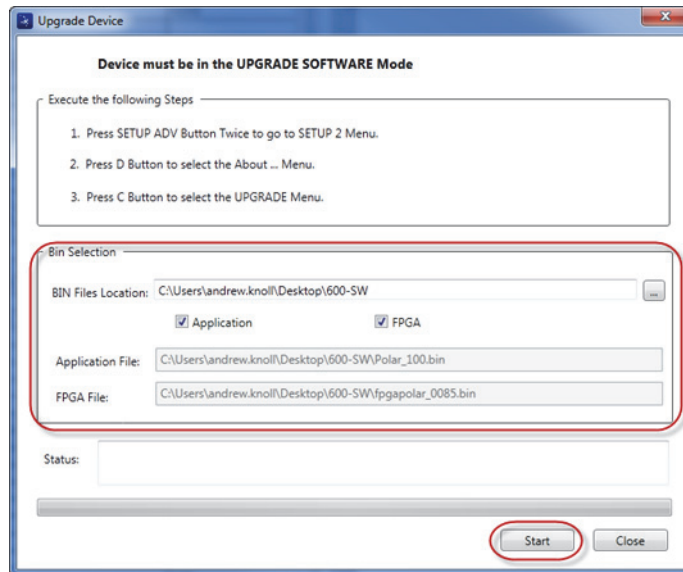

Figura 6-13 Caixa de diálogo Upgrade Device
A caixa de diálogo **Upgrade Device** abre (veja Figura 6-13 na página 315).
7. Em **Bin Selection** na caixa de diálogo **Upgrade Device**, selecione o local para o software NORTEC 600 e, em seguida, selecione as caixas de verificação **Application File** e **FPGA File** (veja Figura 6-13 na página 315).